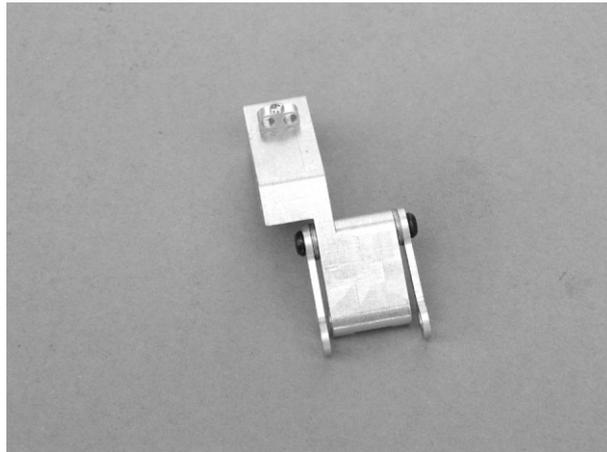

Bild 10
Stecken Sie den Bolzen 4x22 durch das 2. Loch (siehe Bild 10) und fädeln Sie auf beide Seiten je eine Paßscheibe Din 988 4x8x1 und je einen Kinematikarm kurz(J). Letztlich verschrauben Sie die Arme mit den 2 Schrauben Din 7380 M3x4. Der Schlauchhalter 2 fach mit Bef.bohrung(T) wird mit der Schraube Din 7985 M1,6x6 auf dem Kinematikklotz(I) befestigt.